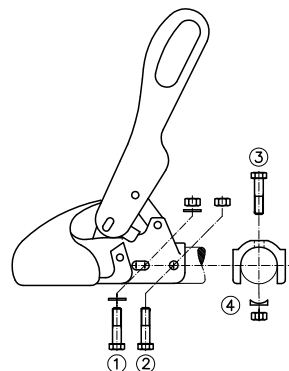

Bild 3 : Anslutning
Kulkopplingarna WS 3000-H/L/LB är specialutföranden för påskjutsbromsar och monteras med korsförskruvning (1)+(3) och ett hälavstånd på **40 mm** (bild 3). Monteringsmaterialet ingår inte i leveransen.
2.2 Om kulkopplingen WS 3000/3500 monteras som ersättning för en annan kopplingstyp, är det för påskjutsbromsens funktion viktigt, att stötdämparen åter är enligt gällande föreskrifter och att eventuella distansrör i dragröret monteras på rätt sätt. Vid WS 3000-D använd de medlevererade bultarna med $\varnothing 12 \times 34$ mm eller $\varnothing 12 \times 49$ mm som hjälpmedel, beroende på dragstängens diameter. Vid WS 3500-D $\varnothing 14 \times 63$ mm. Använd de medlevererade bultarna $\varnothing 2 \times 34$ mm eller $\varnothing 12 \times 49$ mm som hjälpmedel, beroende på dragstängens diameter. Använd bultarna som drivare för monteringskruvorna (2) eller (3) (bild 3) beroende på hur stötdämparen är monterad och låt dem sitta kvar i tryckstängens medan kulkopplingen demonteras/monteras för centrerung av stötdämparen i dragröret. Avlägsna bultarna igen när den nya monteringskruvorna förs igenom.